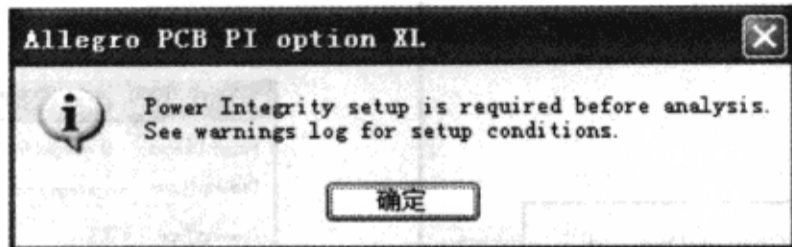

图 7-12-8 Allegro PCB PI option XL 警告窗口
(1) 在 Allegro PCB PI option XL 窗口中执行菜单命令“Analyze”→“Power Integrity”，这时会弹出 Allegro PCB PI option XL 的警告窗口，如图 7-12-8 所示。Allegro PCB PI option XL 要求在进行分析前必须对 Power Integrity 进行一些设置。